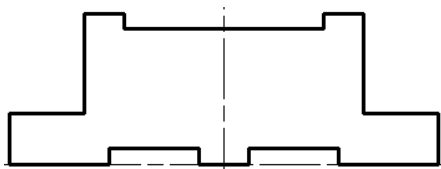

图 9-53 绘制外轮廓
- 04 使用快捷键 L 激活【直线】命令, 在“轮廓线”图层上绘制主视图的外轮廓线, 结果如图 9-53 所示 (尺寸见效果图)。